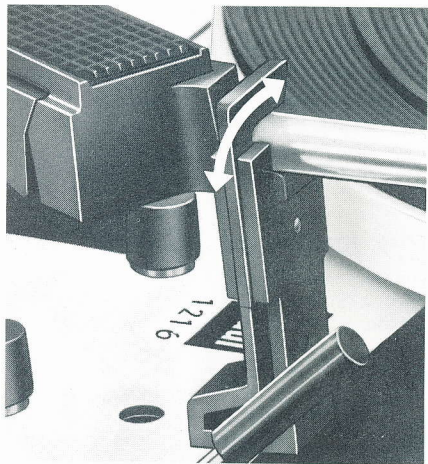

Fig. 7
Mettez en place la tige centrale; dans le cas d'un disque 45 tours également le centreur, puis posez le disque choisi sur le plateau. Choisissez ensuite la vitesse de rotation nécessaire ㉚ ainsi que le diamètre du disque ⑯ (17, 25 ou 30 cm respectivement 7, 10 ou 12") et déverrouillez alors le bras de pick-up (fig. 7).
Après l'audition du disque au du dernier disque d'une pile, le retour du bras et l'arrêt s'effectuent automatiquement. Il est alors conseillé de verrouiller le bras (fig. 7).